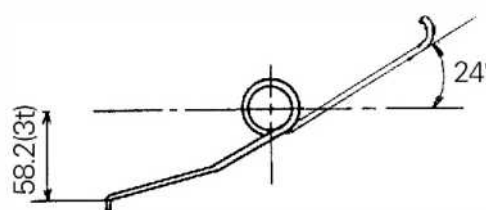

Рис. 8-20
(9) Измерьте длину в свободном состоянии и установочную нагрузку пружины собачки (рис. 8-20). Установочная нагрузка: 14,7 Н (3–3,8 т).